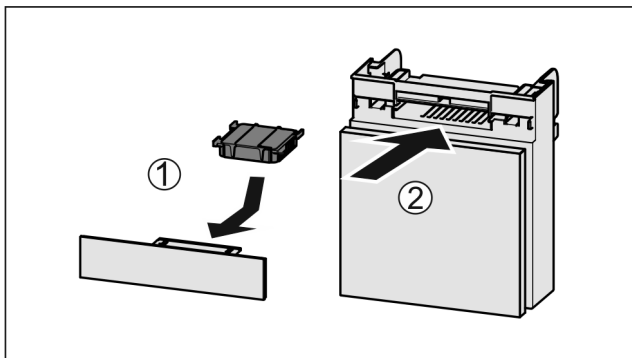

Fig. 87
- ▶ Vložte aktívny uhlíkový filter podľa obrázka Fig. 87 (1).
- ▶ Zasuňte zásuvku Fig. 87 (2).